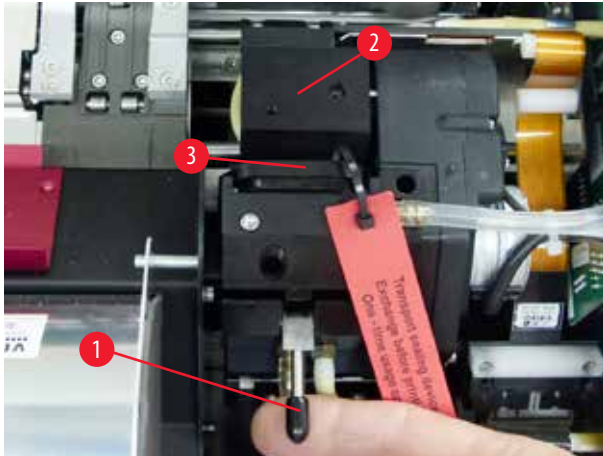

图 30
4. 打印头 (→"图 30-2") 向上移动到距离密封缘 (→"图 30") 大约 1cm 的位置。